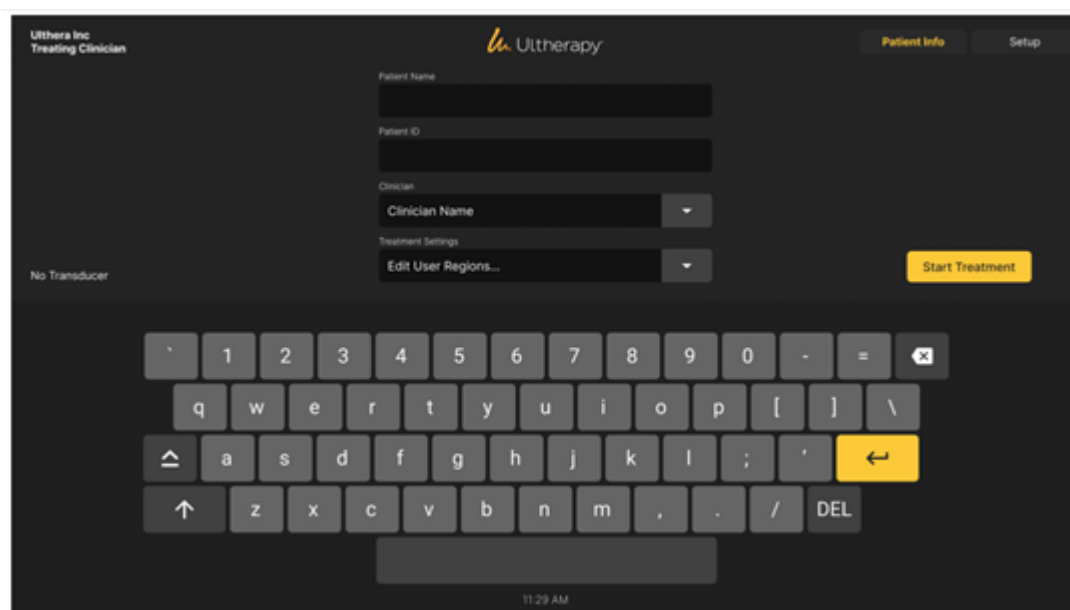

Figure 7.6: Écran « Patient Info » (Renseignements sur le patient)
1. L'écran **Patient Info** (Renseignements sur le patient) illustré à la figure 7.6 est l'écran de renseignements sur le patient qui s'affiche lorsque vous allumez le système.